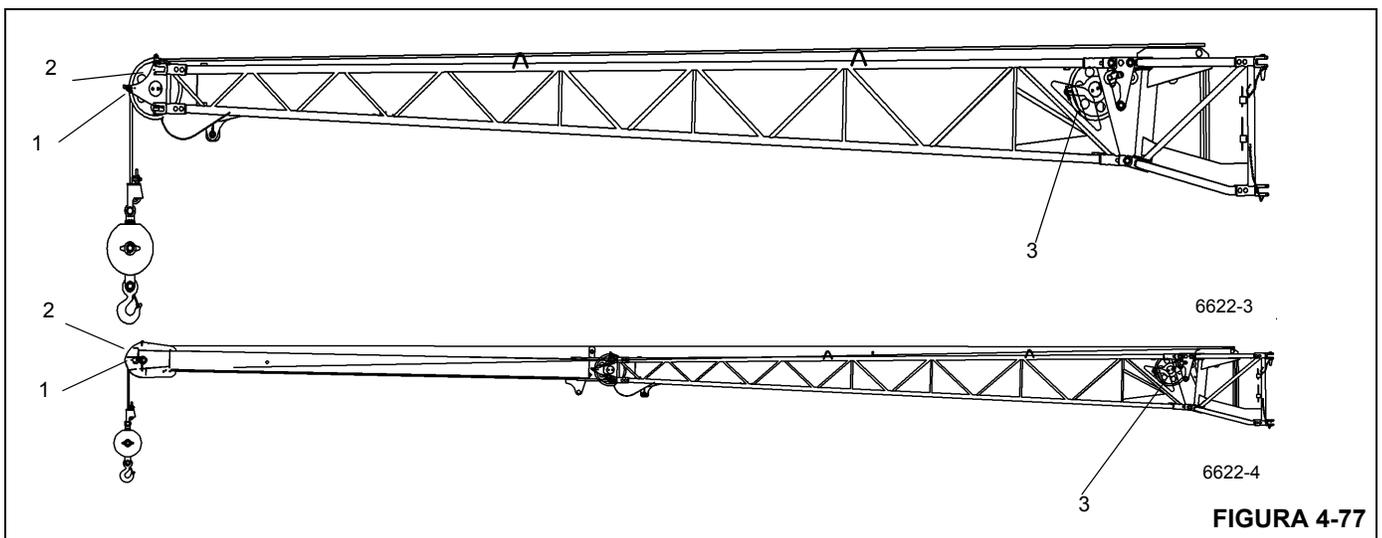

FIGURA 4-77
**NOTA:** Para un descentramiento nulo (0°), deje el mástil en la posición de almacenamiento, como se ilustra en la Figura 4-77.
- Retire la varilla y los rodillos que sostienen el cable de elevación (1) (Figura 4-77).
- Guíe el cable de elevación por las poleas deflectoras (3), si se utiliza, y por la polea de cabeza (2) en la sección de 33 pies (10.1 m) o en la sección de 23 pies (7 m). Vuelva a colocar en su lugar todas las varillas y rodillos que sostienen el cable de elevación y fíjelos con pasadores de retención.
- Retire las varillas y rodillos que sostienen el cable de elevación (1).
- Saque el cable de elevación de la polea de cabeza (2) y de las poleas deflectoras (3), si se usan, y colóquelo sobre el suelo, en el lado izquierdo.